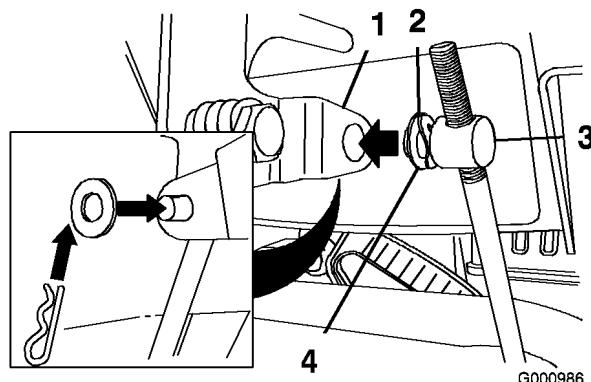

Figura 6
3. Togliete la coppiglia a forcina e la rondella esterna dal barilotto sul lato superiore dell'asta di comando della velocità (Figura 6).
Nota: Per agevolare il montaggio, lasciate la rondella ondulata e la rondella piana sul barilotto (Figura 6).
6. Sollevate l'asta di comando della velocità ed inserite il barilotto nel foro della leva di selezione della velocità (Figura 6).